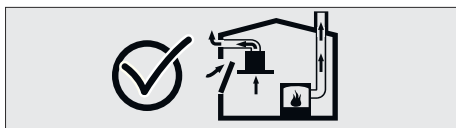

Fig. 2
- Por lo tanto, siempre debe garantizarse una entrada de aire fresco adecuada. Fig. 2